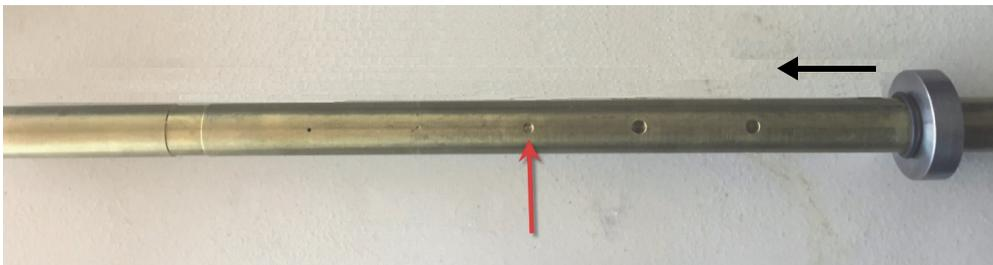

Рис. 5-175 Перемещение опорного кольца
1. Отодвиньте резиновые кольца от опорного кольца для обеспечения его свободного перемещения по трубе. Переместите опорное кольцо в зону над дефектом и зафиксируйте его положение с помощью резиновых колец (см. Рис. 5-175 на стр. 266).